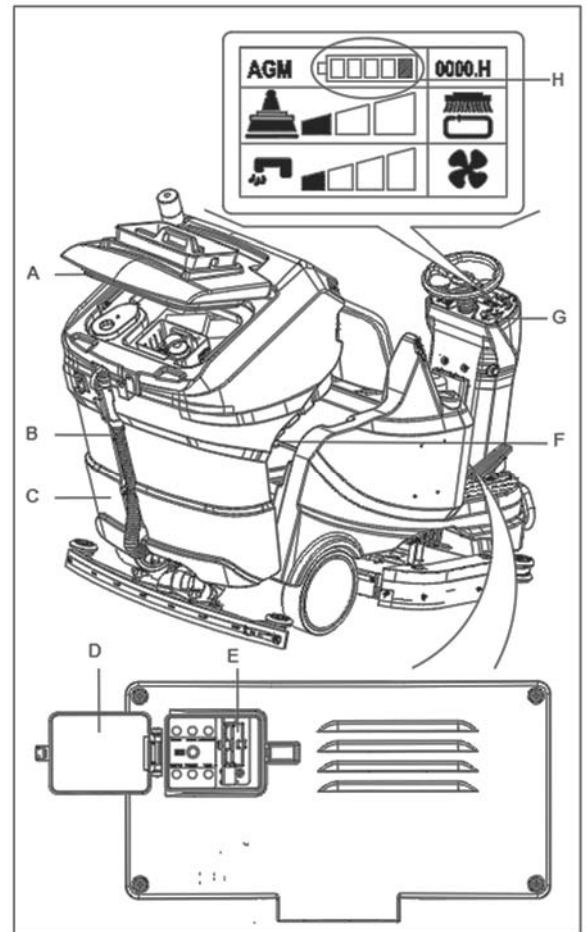

Figure 16
1. Ouvrir le couvercle (A, Figure 16) et vérifier si le réservoir d'eau de récupération (C, Figure 16) est vide ; sinon, le vider avec le tuyau de vidange (B, Figure 16).
3. Tourner la clé de contact (G, Figure 16) sur « 0 ».
5. Ouvrir le couvercle de protection (D, Figure 16). Brancher le connecteur du chargeur de batterie au connecteur de la machine (E, Figure 16). Lorsque le chargeur de batterie est branché, toutes les fonctions de la machine sont automatiquement coupées.
9. Insérer la clé de contact (G, Figure 16) et la tourner sur « I ». Contrôler l'état des batteries à l'écran d'affichage multifonction (H, Figure 16).